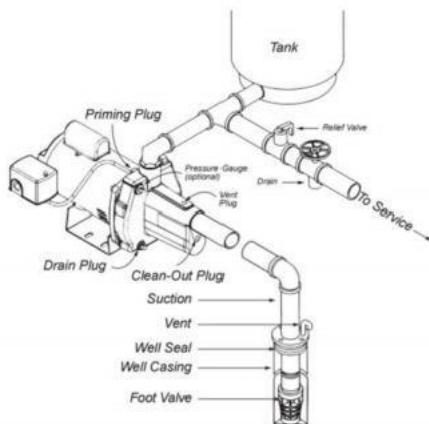

FIG.2A GRUN BRUNN L (MED FOOT-VENTIL)
- d) Service Linje: Servicelinjen ska vara ansluten som visas i Fig. 2a,b,c eller d.Den storleken på den servicelinje som krävs är styrs helt av de belopp av vatten behövs och de längden på röret. Det valda röret ska vara stort nog så det friktionen lo ss (bestäms från tabell 2, friktion Förlustdiagram) kommer aldrig att överstiga 20 fot (6 m) huvud.